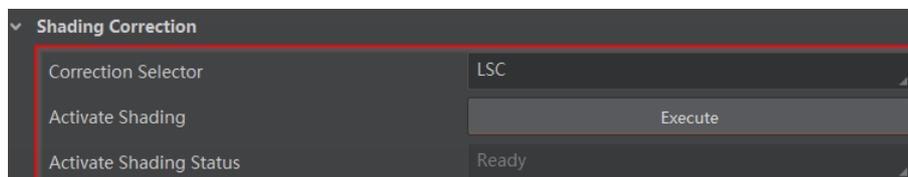

图6-13 阴影校正
4. 在 *Shading Correction* 属性下，*Correction Selector* 参数选择 *LSC*，如图 6-13 所示。